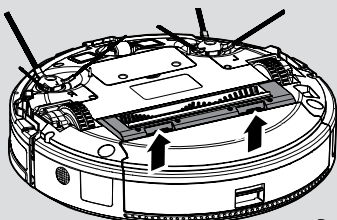

Рис. 22
2. Выключите робот-пылесос. **[Рис. 22]**